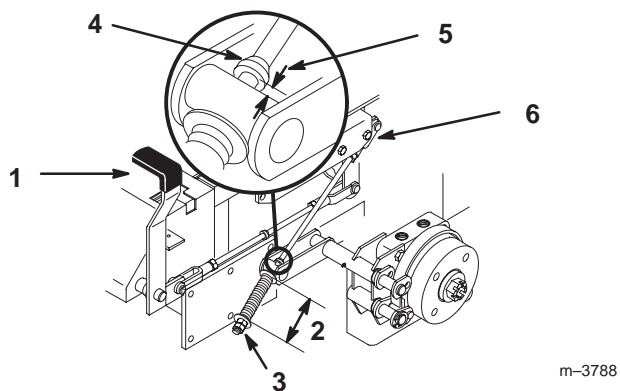

Figure 53
2. Mesurez la longueur du ressort. Les rondelles doivent être distantes de 70 mm (Fig. 53).
3. Si un réglage est requis, desserrez l'écrou de blocage situé sous le ressort et serrez l'écrou directement au-dessous de la chape (Fig. 53). Vissez l'écrou jusqu'à ce que le ressort ait la longueur voulue. Serrez les deux écrous ensemble et répétez la procédure de l'autre côté de la machine.
- A. Mesurez la distance entre le galet de tourillon et le collier sur la tige de frein. Elle doit être comprise entre 5 et 7 mm (Fig. 53).
6. Si un réglage est requis, desserrez l'écrou de blocage situé juste au-dessous de la chape. Tournez la tige inférieure jusqu'à obtention de l'écart voulu (Fig. 53). Serrez l'écrou de blocage à la chape.